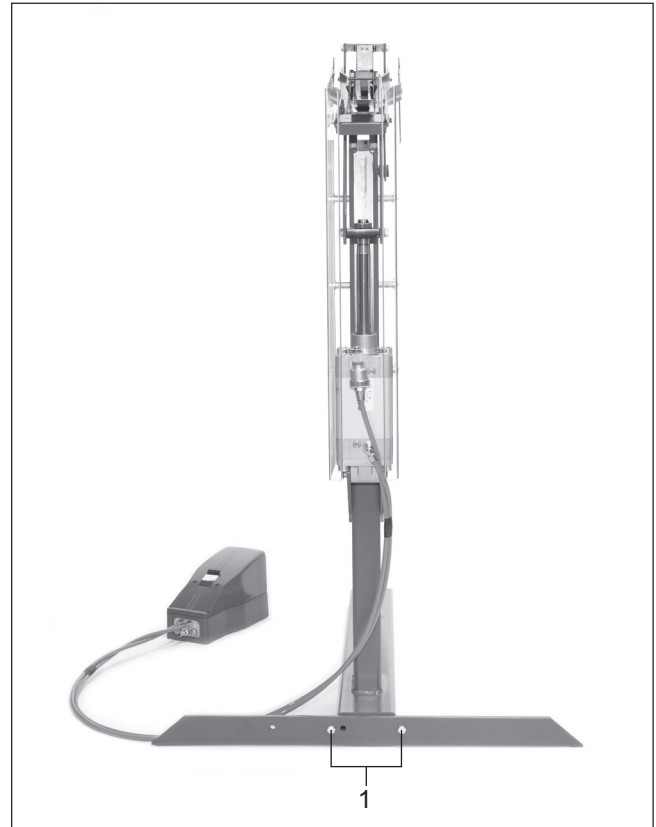

Fig. 3
2. Fixer le pied arrière avec les deux vis fournies, voir Fig. 3/1.